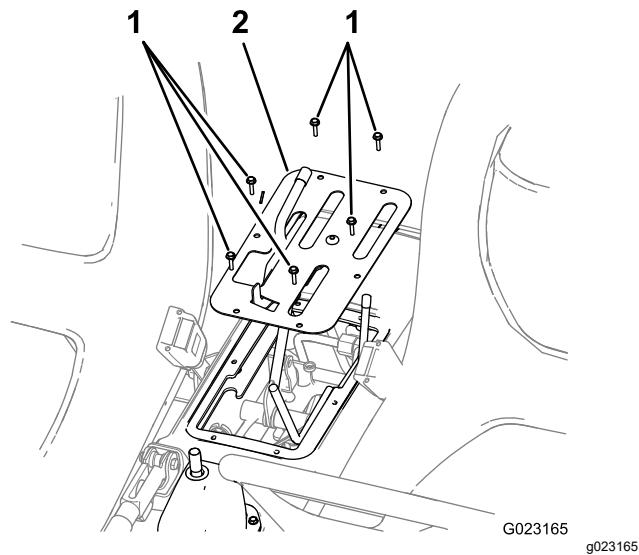

図7
- 中央コンソールのカバープレートの外側エッジ部をシャーシに固定しているねじ6本を外して、カバープレートを取り外す図7。